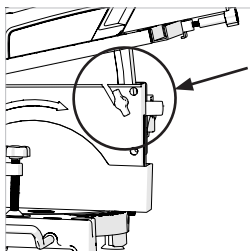

Fig. 5
- Levez la table à sa position maximale et resserrez la vis d'ajustement. **(Fig. 5)**